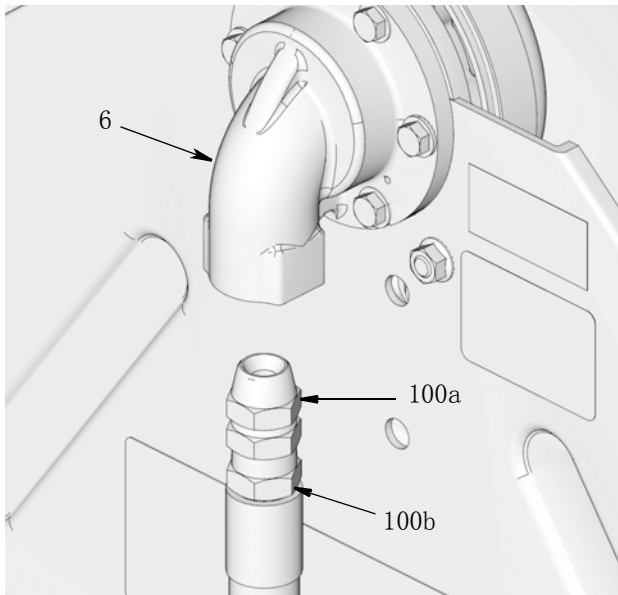

FIG. 4
2. 在入口处 (6) 连接由令接头适配器 (FIG. 4)。
3. 在入口软管 (100b) (FIG. 4) 的螺纹 (6) 周围涂敷管螺纹密封剂或包裹 PTFE 胶带 (如需要)。
4. 在入口软管 (100b) (FIG. 4) 处连接由令接头适配器 (100a)。用扳手拧紧连接处。